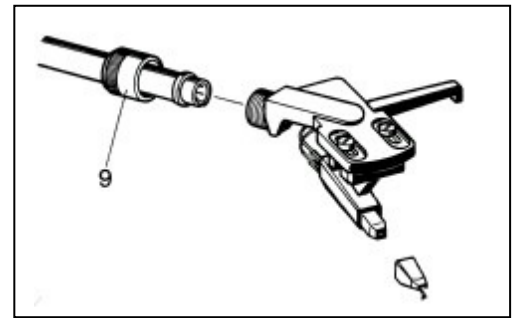

Fig. 7
Desserrez pour cela l'écrou conique (9) qui se trouve derrière le support de système. Tirez le support vers l'avant (Fig. 7). Retirez les deux vis de blocage et enlevez avec précaution les cordons de raccordement de la cellule à l'aide d'une pincette. Vissez légèrement la nouvelle cellule et enfoncez les cordons de raccordement dans les prises, en taisant attention aux codes couleur.
Afin de pouvoir utiliser les disques en gomme-laque (78 t/mn) de façon idéale, il faut remplacer la pointe par une pointe pour gomme-laque (Fig. 7). Veuillez-vous renseigner auprès de votre spécialiste.